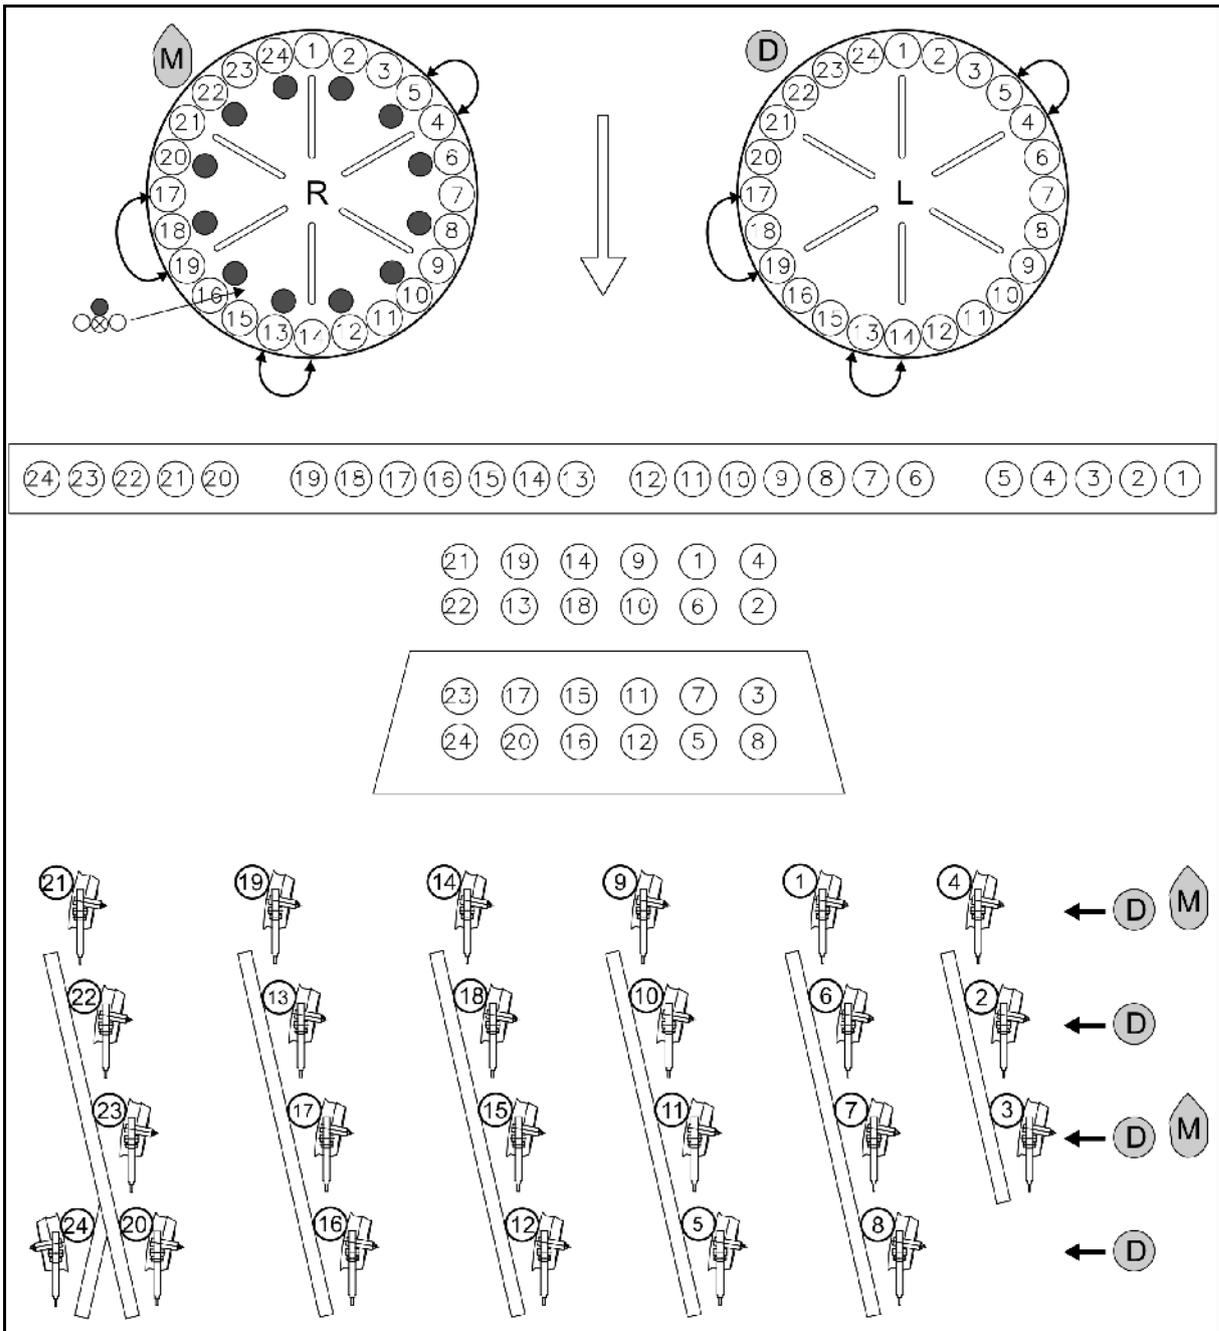

Fig. 47
- Maïs **M**: Monter les bouchons de fermeture conformément à Fig. 47.